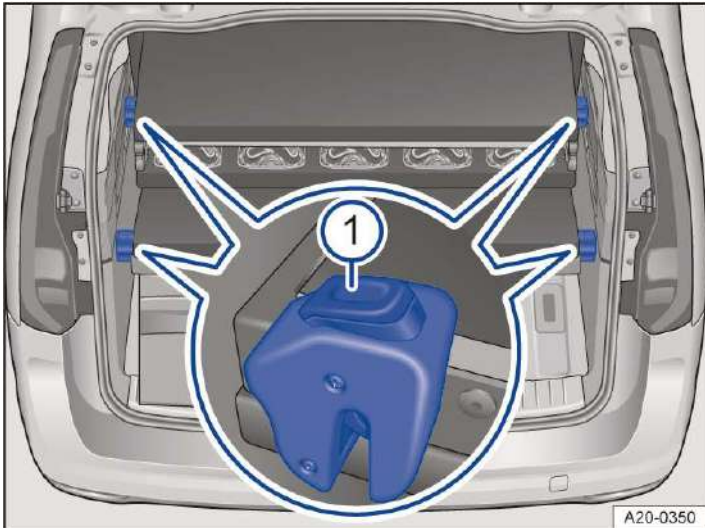

Abb. 1 Ausbauen des Bettgestells.
4. Vier Entriegelungen links und rechts am Bettgestell entriegeln → *Abb. 1*.